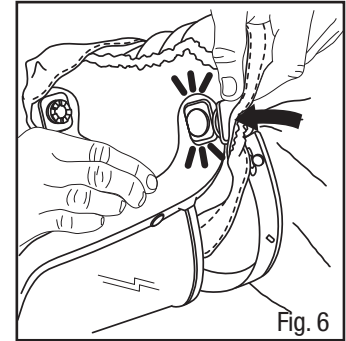

Fig. 6
7. Coloque el marco protector del visor (M-961N) en el marco del visor asegurándose de que el marco se bloquee en su lugar (vea la Fig. 6).